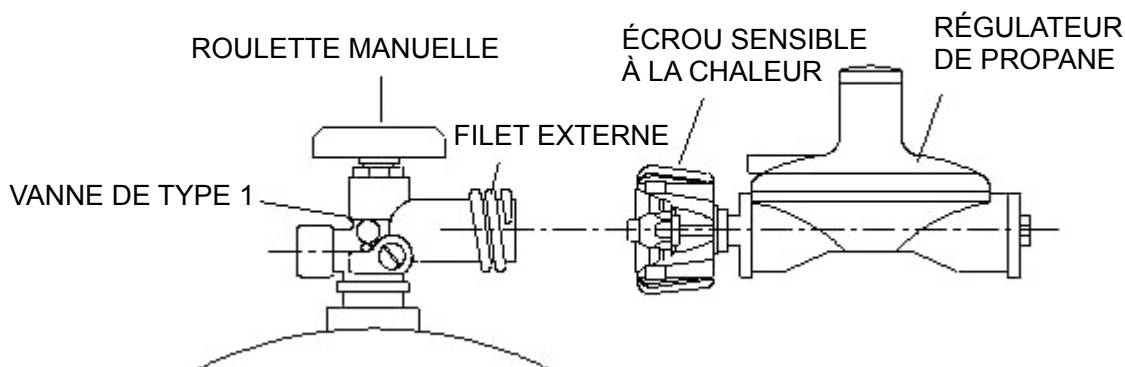

Fig. 30
**AVERTISSEMENT : Le raccord de connexion de type I (voir la figure 30) fourni avec votre barbecue ne doit pas être remplacé par un type de connexion de barbecue d'un type différent. Le retrait de ce raccord annulera la garantie en plus de causer des risques de fuites de gaz, d'incendie et de blessures graves.**